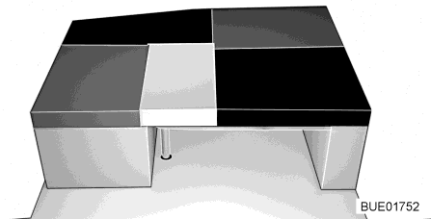

Fig. 154 Después de la transformación
- Colocar el cojín del respaldo del asiento lateral / banco lateral en la mesa (entre el cojín del asiento del asiento lateral / banco lateral y el cojín adicional, véase Fig. 154).